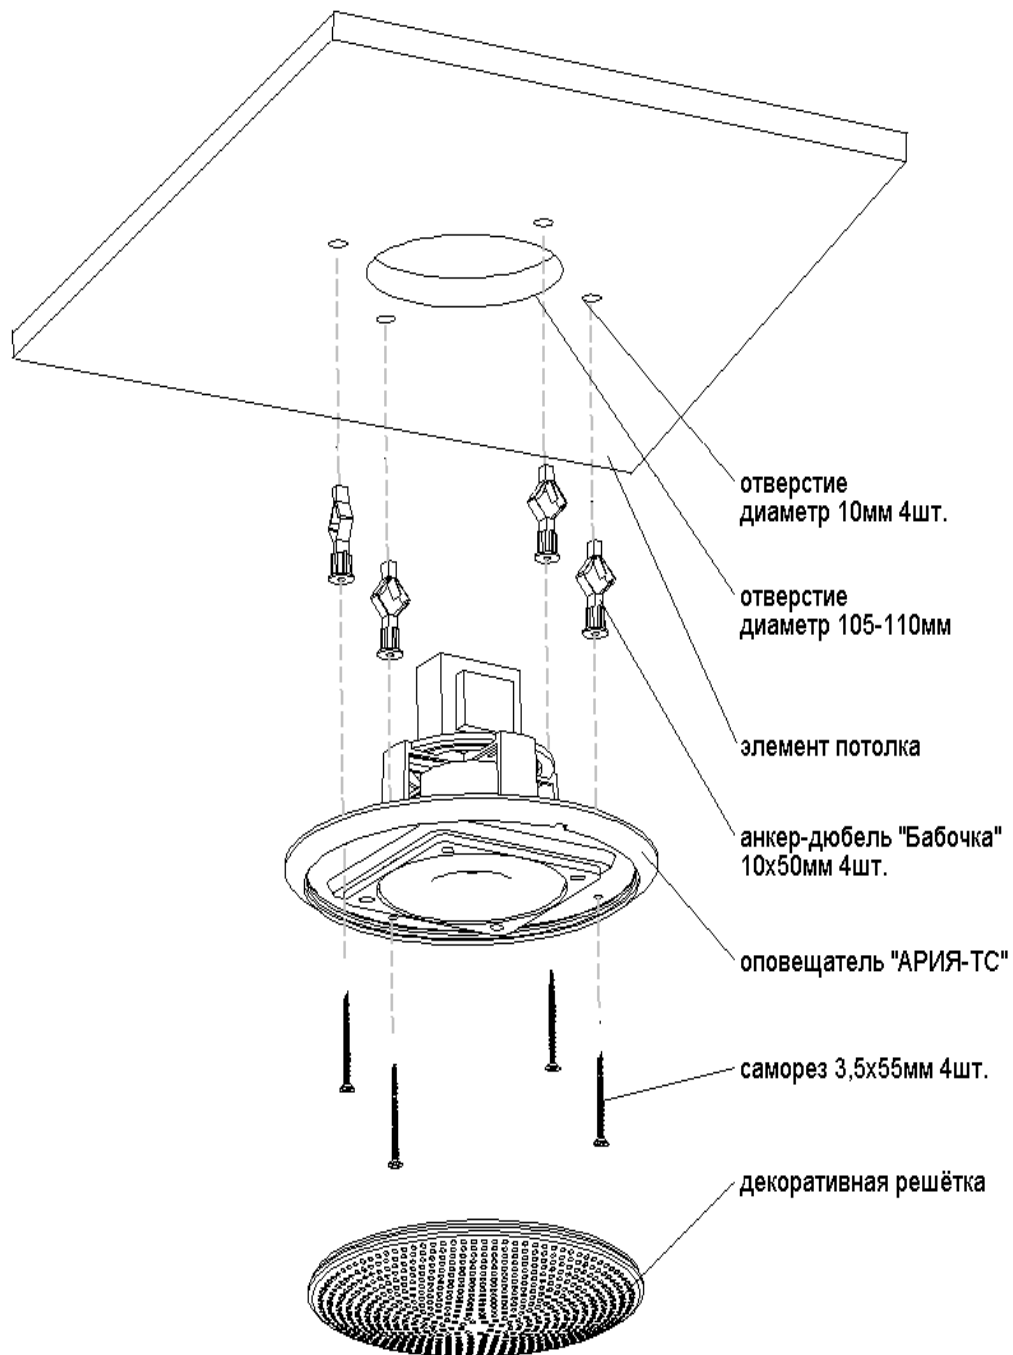

Рис.2. Монтажная схема.
3.1. Монтаж изделий должен производиться квалифицированным персоналом в соответствии со схемой на рис.2.